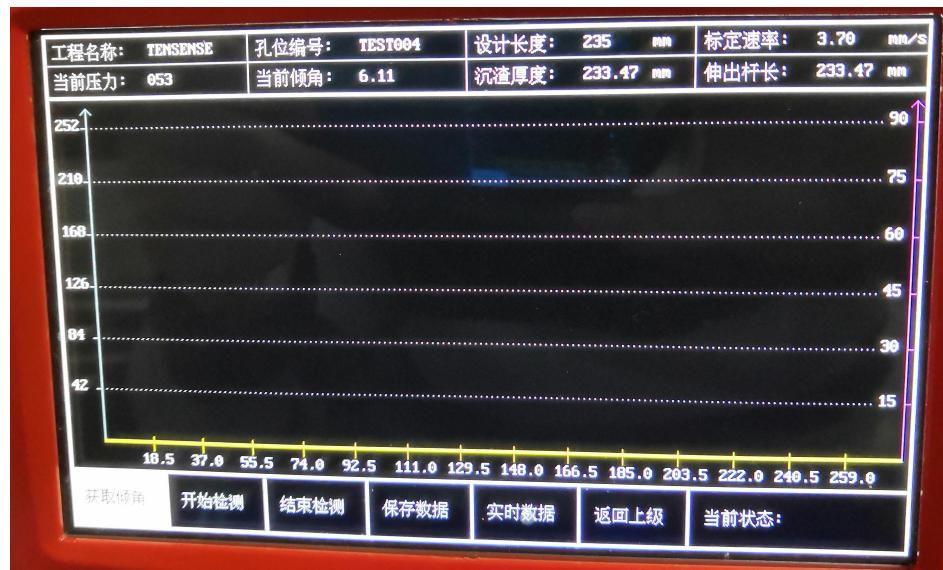

图2-3 检测界面
在图2-2主机主界面上选择“开始检测”，即进入检测界面（图2-3）。
(1) 在上图2-3检测界面上选中“获取倾角”，检查通信是否正常，如图2-4所示（右下角显示）。